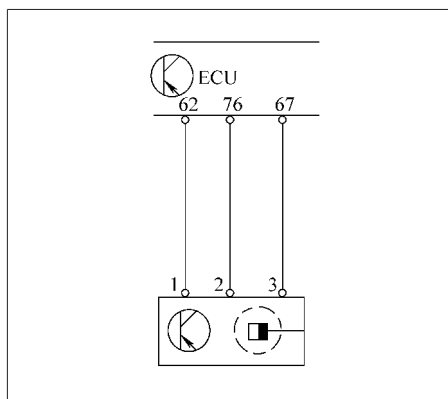

图 6-70 凸轮轴位置传感器连接电路图
(1) 凸轮轴位置传感器连接电路 如图6-70所示,接线插座上有三个引线端子,端子1为传感器电源正极端子,与电控单元端子62连接;端子2为传感器信号输出端子,与电控单元端子76连接;端子3为传感器电源负极端子,与电控单元端子67连接。